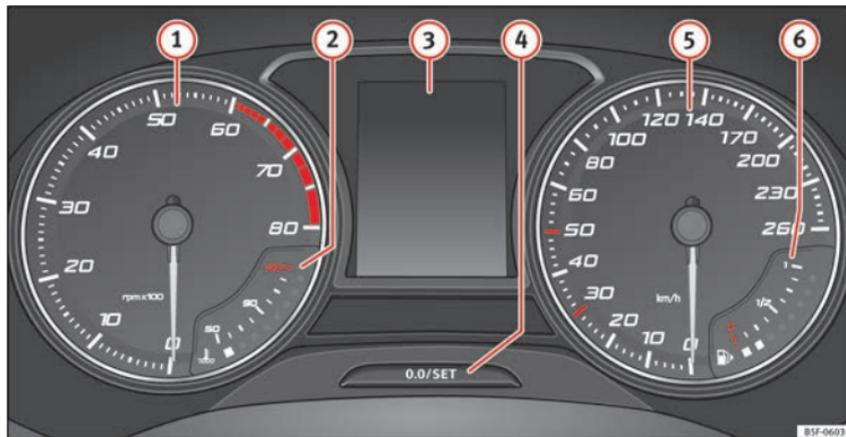

Abb. 82 Display des Kombi-Instrumentenbretts in der Instrumententafel.
» **Abb. 82:**
Der Drehzahlmesser zeigt die Motordrehzahl pro Minute an » Abb. 82 ①.
Die Nadel des Drehzahlmessers ① » Abb. 82 darf den roten Bereich nur für einen kurzen Moment erreichen, andernfalls besteht die Gefahr eines Motorschadens.
Beim Einschalten der Zündung können im Display des Kombiinstrumentes » Abb. 82 ③ je nach Fahrzeugausstattung verschiedene Informationen angezeigt werden:
- Drücken Sie kurz die Taste » **Abb. 82** ④, um den Tageskilometerzähler auf 0 zurück zu setzen.
- Wenn Sie die Taste ④ drei Sekunden lang gedrückt halten, wird der vorherige Wert angezeigt.
- Zum Einstellen der Uhrzeit die Taste » **Abb. 82** ④ länger als 3 Sekunden gedrückt halten, um die Anzeige für Stunden oder Minuten auszuwählen.
- Zur weiteren Einstellung den oberen bzw. unteren Bereich der Taste ④ drücken. Zum Schnelldurchlauf gedrückt halten.
- Erneut die Taste ④ drücken, um die Einstellung der Uhrzeit abzuschließen.
Die Taste » **Abb. 82**  länger als 15 Sekunden gedrückt halten, um die Motorkennbuchstaben (MKB) des Fahrzeugs anzuzeigen. Dazu muss die Zündung ein- und der Motor ausgeschaltet sein.